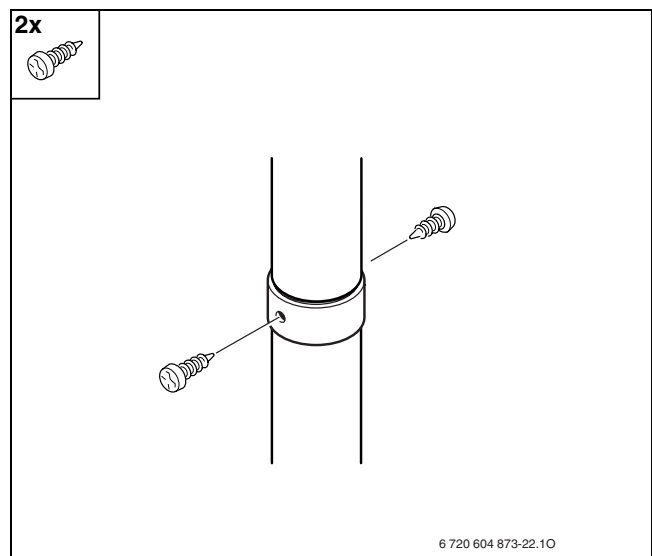

Рис. 32
►Скріпіть з'єднання гвинтами, які прикладаються до комплекту поставки (Рис. 32).